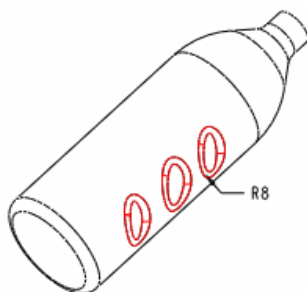

图 34-16
- (1) 单击特征工具栏中的 ，打开圆角特征操控板。
- (2) 如图 34-16 所示建立半径为 8 的圆角。